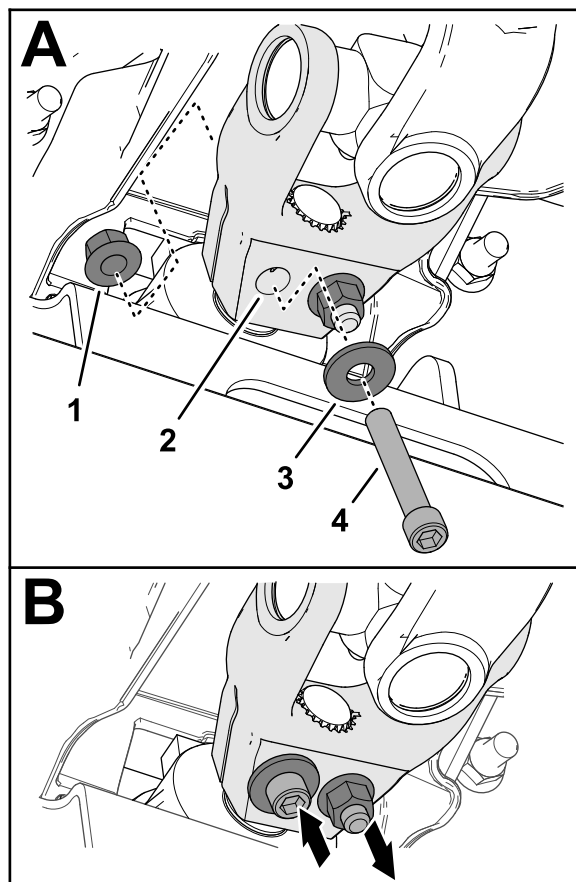

図 16
6. ソケットヘッドキャップスクリュ $\frac{3}{8}$ " x $2\frac{1}{4}$ " にワッシャ $\frac{3}{8}$ " を通し、駆動シャフトのヨークの穴 図 16 に通して、フランジロックナット $\frac{3}{8}$ " で固定する。
7. ソケットヘッドキャップスクリュ $\frac{3}{8}$ " x $2\frac{1}{4}$ " にワッシャ $\frac{3}{8}$ " を通し、駆動シャフトのヨークの穴 図 16 に逆方向から通して、フランジロックナット $\frac{3}{8}$ " で固定する。